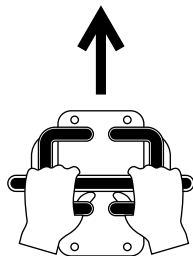

図 10
- 両方の走行コントロールを前方に押すと前進します 図 10。